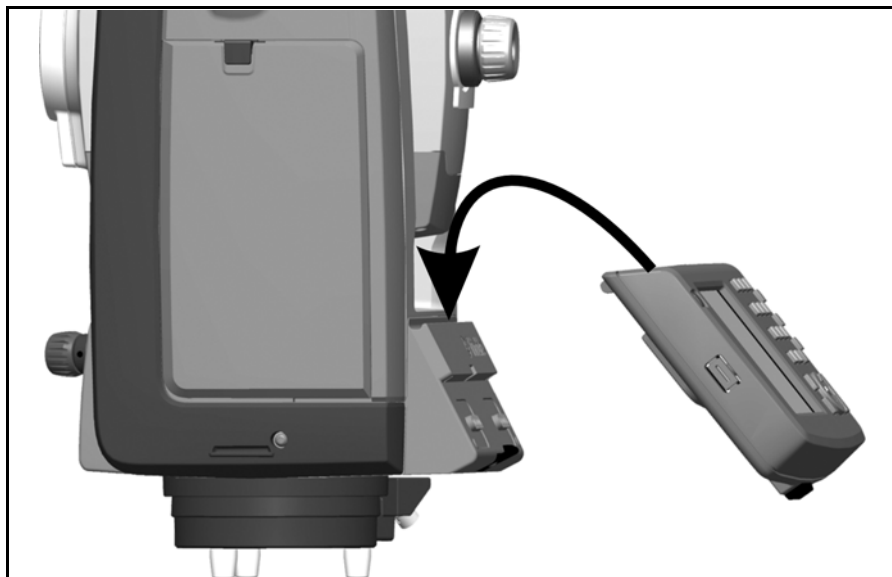

Рис. 4.37. Крепление контроллера Trimble CU к инструменту
1. Прицепите верхнюю часть контроллера Trimble CU за верхний край панели крепления. Рис. 4.37